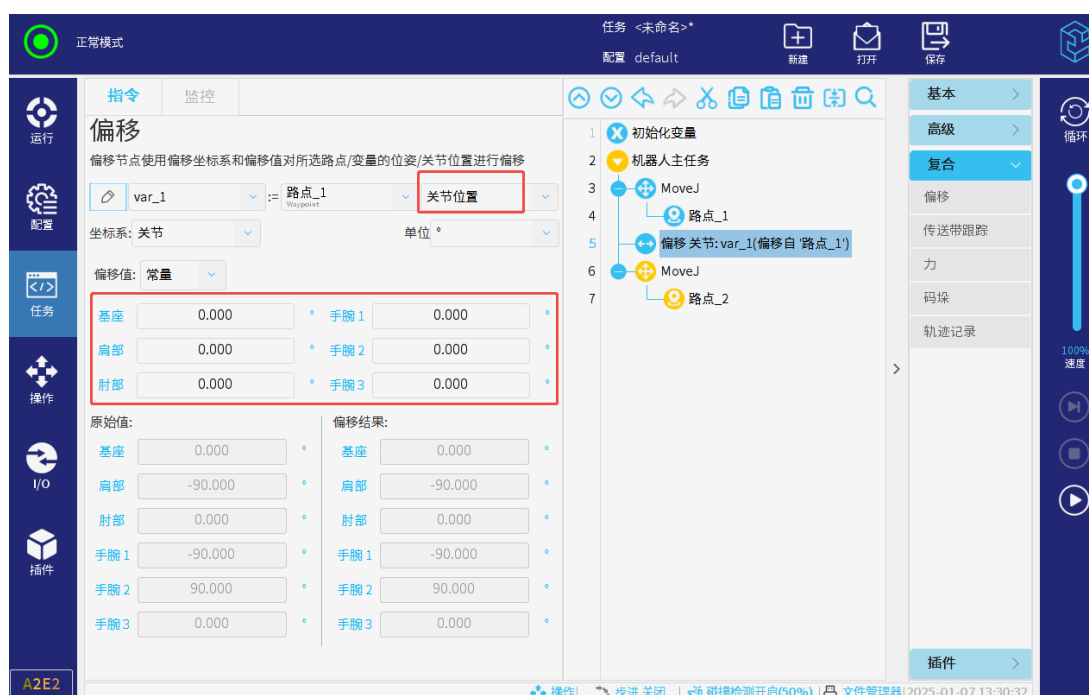

图 3-115: 关节角偏移
- 关节角偏移模式（见图 3-115）下，同单位的原始数据与偏移值直接相加即可得到新的关节角数据。